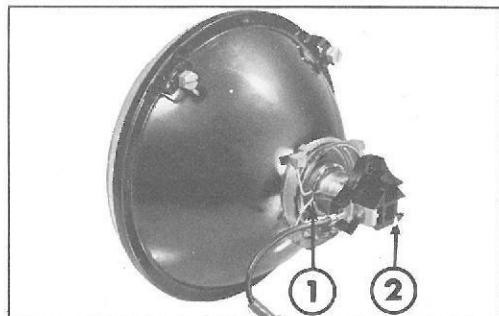

Fig. 41 – Ekstra fjernlygter (lille diameter)
**Ekstra fjernlygter (lille diameter) med almindelig pære (fig. 41)**